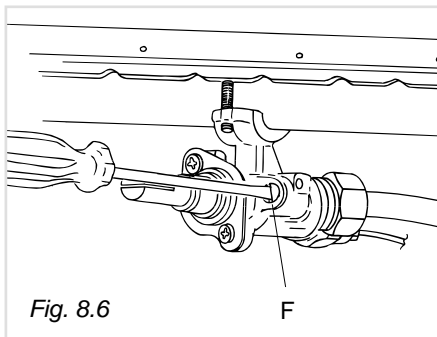

Fig. 8.6
- à l'aide d'un tournevis mince tourner la vis **F** jusqu'au moment où l'on obtient le réglage correct (Fig. 8.6).